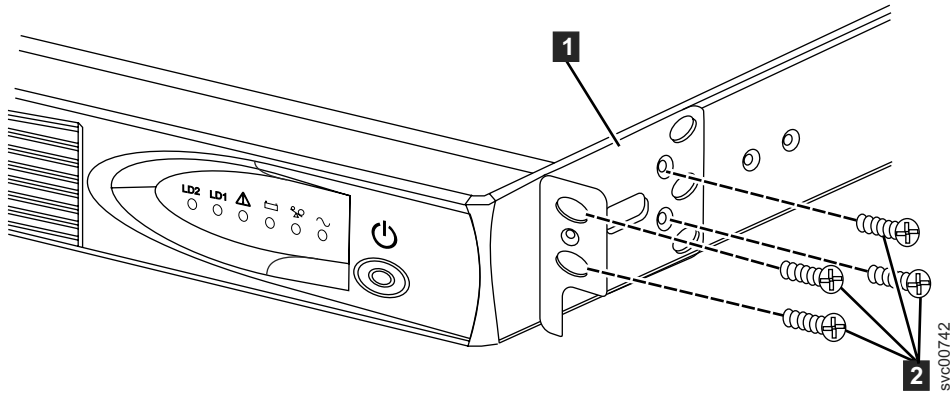

図 313. 2145 UPS-1U 用の UPS 取り付け金具の取り付け
2. 2145 UPS-1U の各側面で、提供された 4 個の M3 × 6 ねじ (362 ページの図 313 の **2**) を使用して、取り付け金具の長い方の端を 2145 UPS-1U に取り付けます。